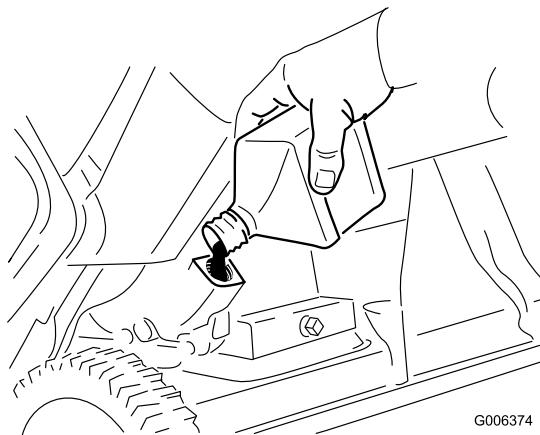

图32
8. 在机器处于操作位置时，小心地将机油倒入注油孔。等待三分钟，然后把油加到溢流点（图32）。